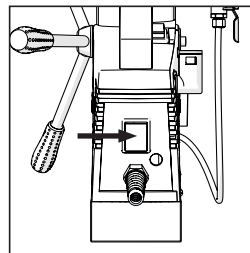

Fig. 4
- Azionare l'interruttore a bilanciere sul pannello di avviamento dell'utensile per attivare il magnete. **(Fig. 4)**